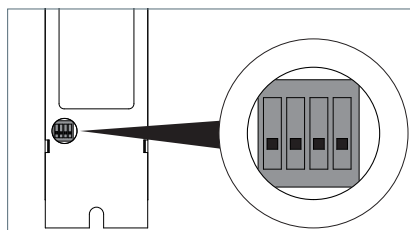

Fig. 28: Posizione dell'interruttore DIP per la funzione Simple Single Control.
- ▶ Mettere gli interruttori DIP n. 1, 2 e 3 sulla posizione "OFF", vedi Fig. 28.